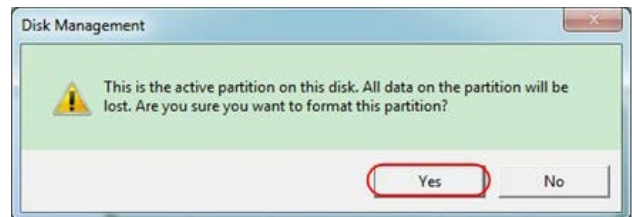

Рисунок 4.3. Диалоговое окно подтверждения команды на форматирование USB-накопителя
- Щелкните правой кнопкой мыши по области, отмеченной красной меткой 1 или 2 и выберите команду «Форматировать» (**Format**). В открывшемся диалоговом окне щелкните по кнопке «Да» (**Yes**) (рисунок 4.3).